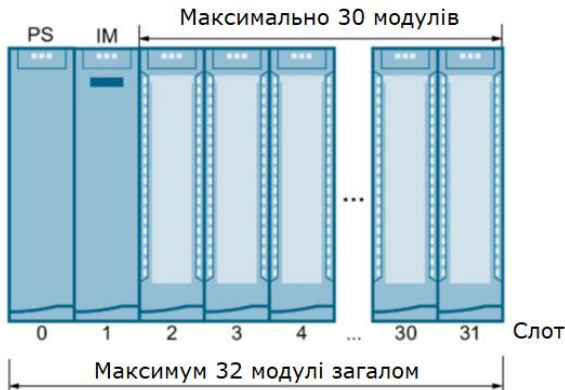

Рисунок 4.4 – Максимальна конфігурація ET 200MP з IM 155-5 PN ST або IM 155-5 PN HF
Якщо праворуч від інтерфейсного модуля використовуються додаткові системні блоки живлення (PS), вони також займають слот (див. рис. 4.4).